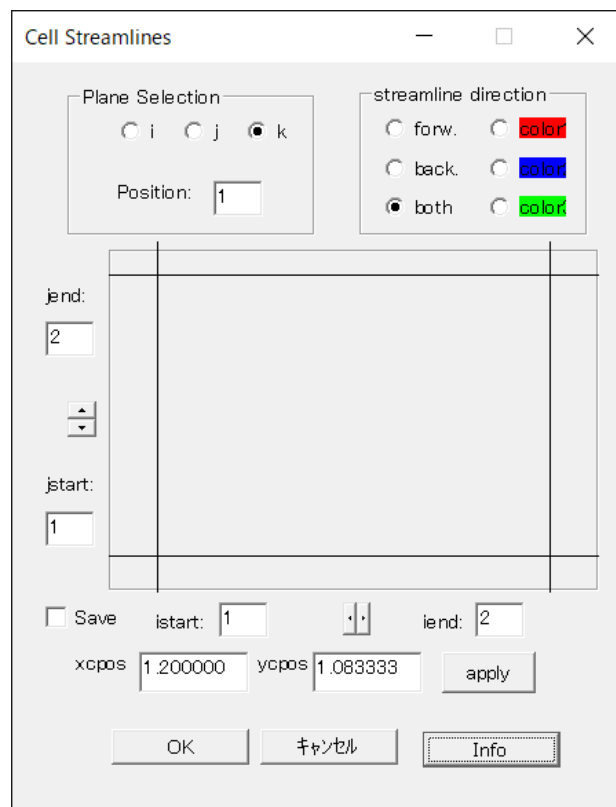

図 6.7 (d) 流線放出ポイントの指定
- ・ 図 6.7 (a) Check drawing section で cell のチェックボックスをチェックした場合は, 流線を放出する始点を指示するダイアログボックス (図 6.7 (d)) が開きます。